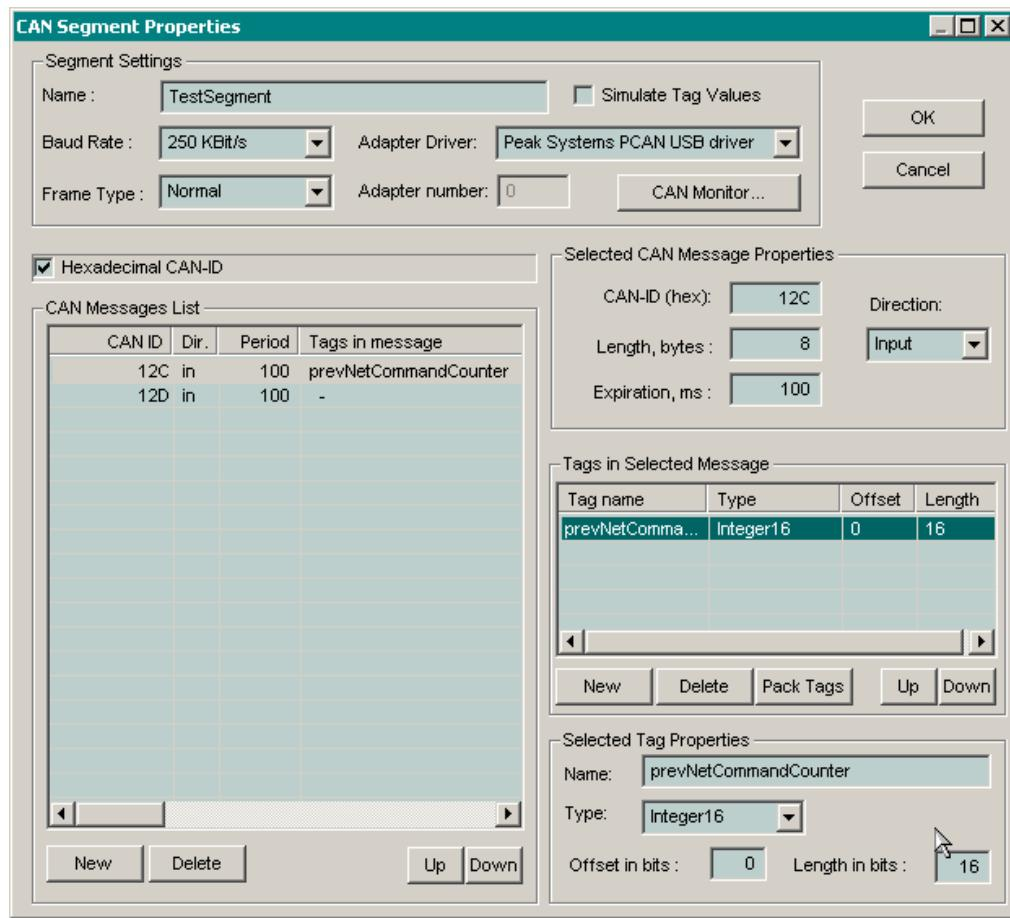

Рис. 63. Добавление тега prevNetCommandCounter
5. Выберите сообщение с CAN ID 12C в списке CAN Messages List, нажмите кнопку Tags in Selected Message—New, а затем введите имя тега *prevNetCommandCounter* в поле Selected Tag Properties—Name и нажмите кнопку Apply. Содержимое диалоговой панели свойств сегмента сети CAN примет вид, показанный на рис. 63